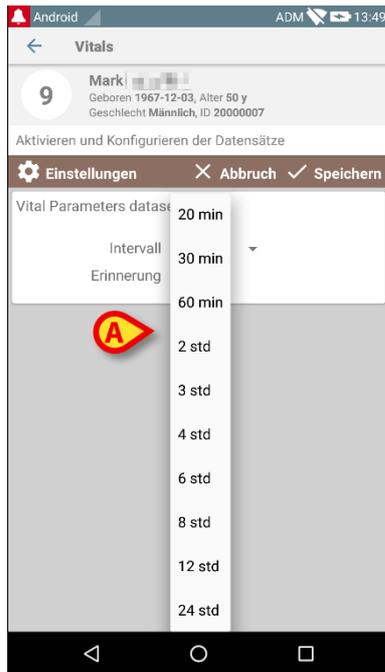

Abb. 99
- Berühren Sie das Menü "Intervall", um die Zeitschaltung des Datensatzes festzulegen (Abb. 99).